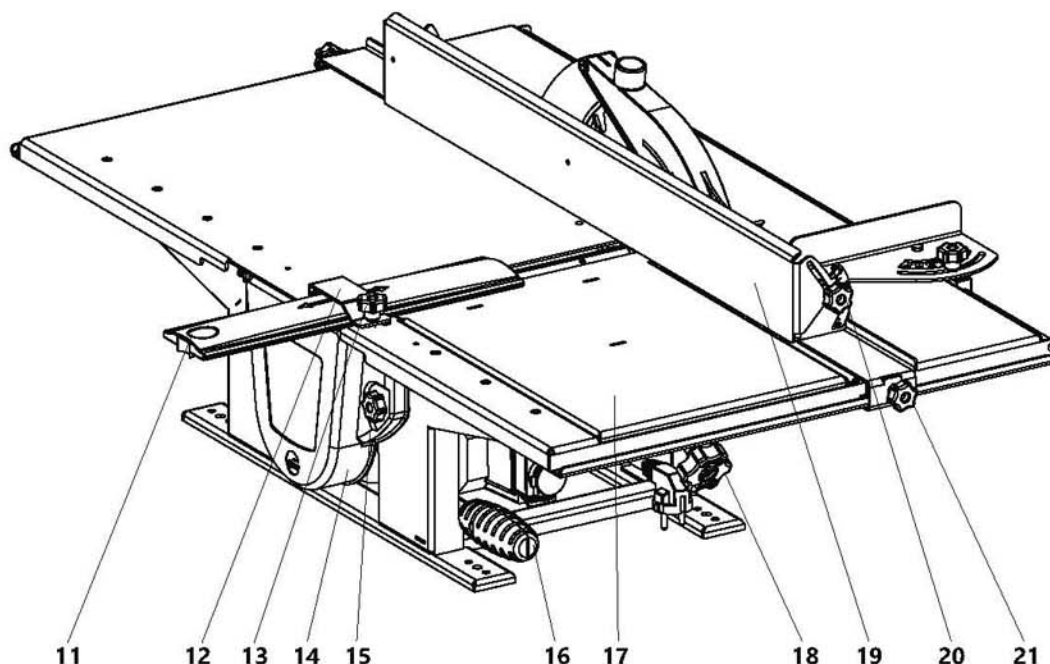

Рисунок 3. Общий вид станка при операции строгания
Перед началом работы следует произвести подготовку и наладку станка (рис. 3):
7.2.1 Настройка станка на операцию пиления (рис. 3)